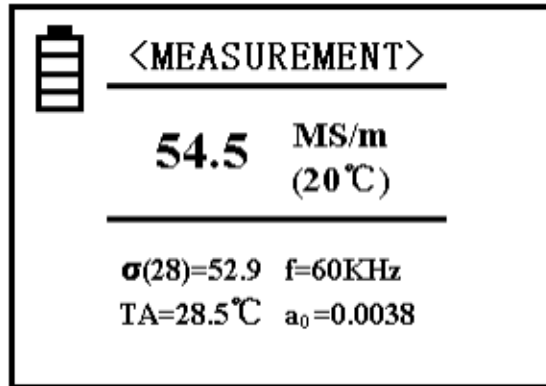

Bild 2
Wenn Sie die Taste "MEAS" drücken, gelangen Sie sowohl aus dem Willkommensbildschirm, als auch aus dem Kalibrierenü und der Einstellungsoberfläche direkt zur Messung (*Bild 2*).
- Die Anzeige im oberen Bereich des Displays (vgl. "Messung"/"Measurement" (*Bild 2*)) zeigt, in welchem Modus Sie sich aktuell befinden.